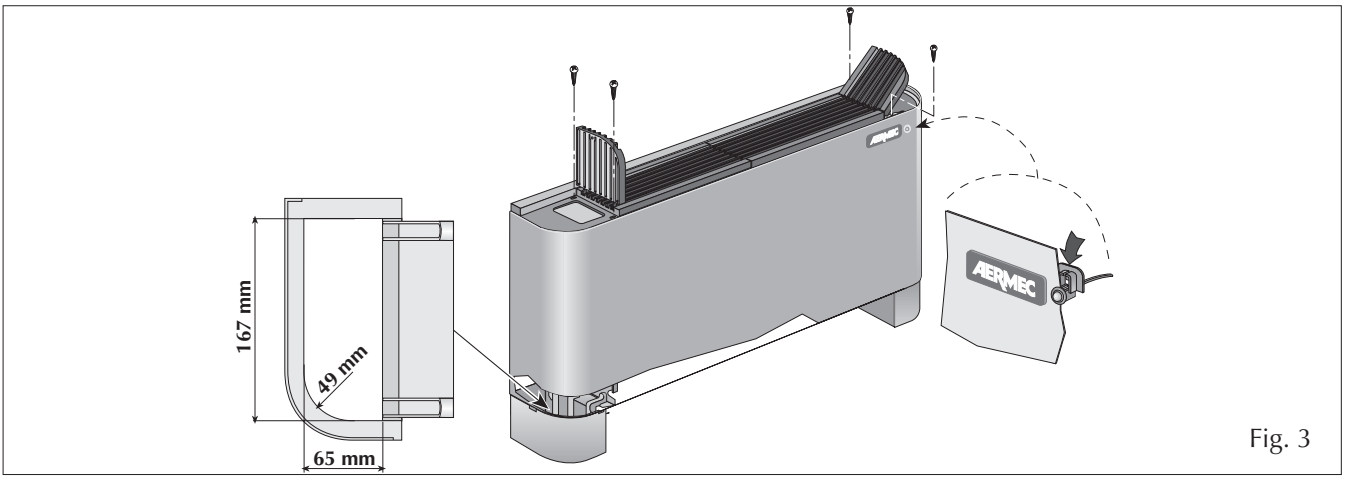

Fig. 3
- Togliere il mantello svitando le viti (Fig. 3).